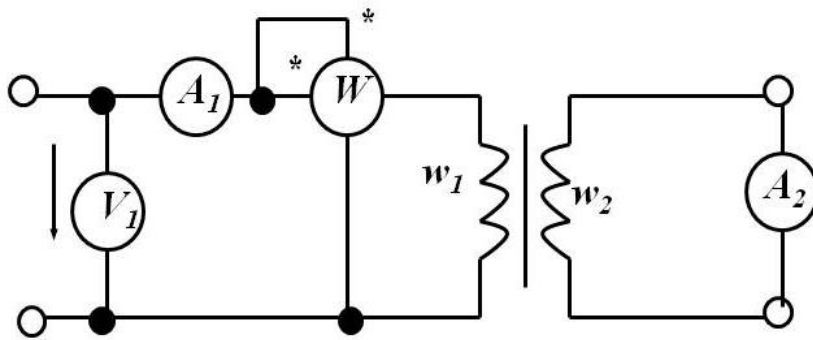

Рисунок 3. Опыт короткого замыкания
3. Для определения потерь в меди P_m провести опыт короткого замыкания. Для этого соберите схему, изображенную на рис. 3. Увеличивая первичное напряжение, получить номинальный ток во вторичной обмотке. Данные запишите в таблицу в графу короткое замыкание.